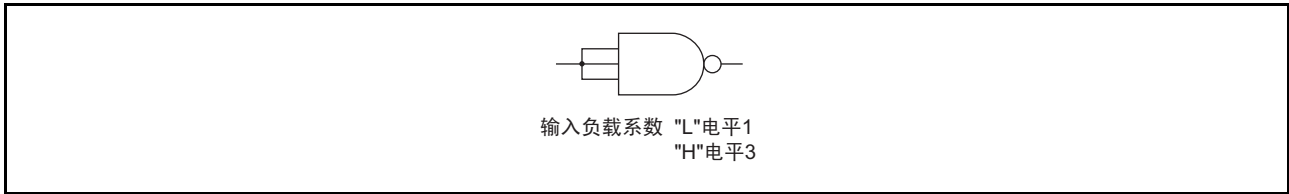

图3
- (3) 将不用的引脚连接到使用的引脚。因为在“L”电平时，输入负载系数不变，而在“H”电平时，只有连接部分的负载系数会增加，所以前段的“H”电平输出负载系数必须有余量（图3）。